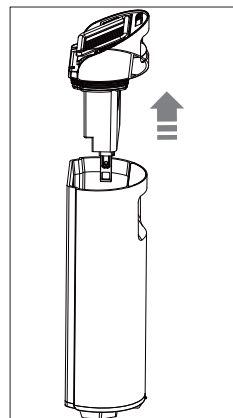

Fig. 10 – Rimozione del tappo
- ▶ Tirare verso l'alto il tappo del serbatoio dell'acqua sporca (**vedere Fig. 10**).